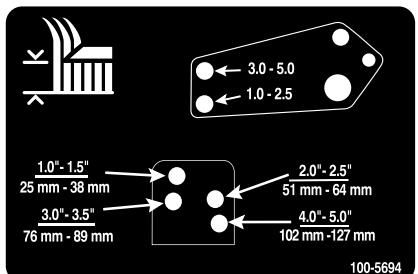

Figura 26
- Alinee los orificios de los acoplamientos de los amortiguadores con los orificios seleccionados del soporte de altura de corte en el bastidor de la carcasa de corte y coloque los pasadores de horquilla y las chavetas (Figura 26).